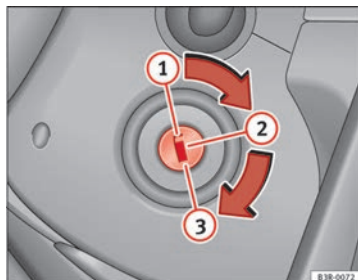

Fig. 90 Positions de la clé de contact
- Amenez la clé de contact en position ① ⇒ fig. 90.
- Retirez la clé de contact d'allumage sur la position ① ⇒ fig. 90 ⇒ .